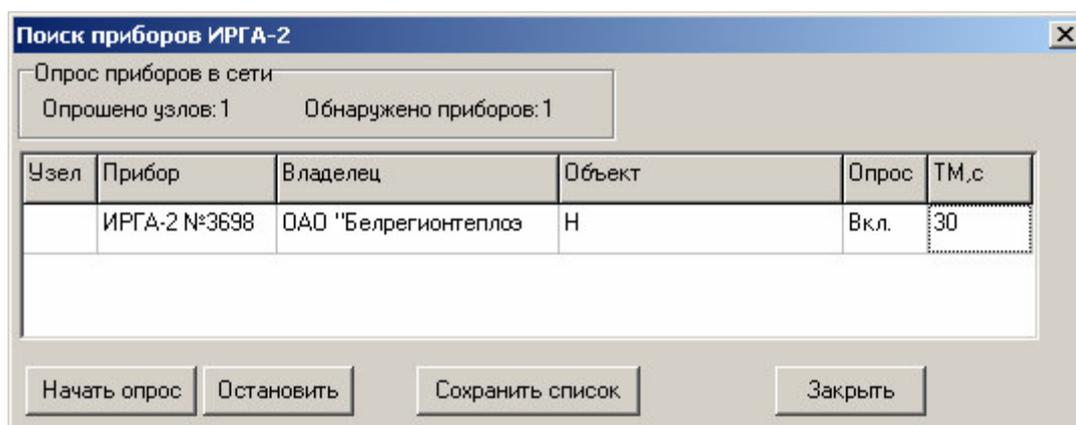

Рис. 8
2.2.2.5 Программа производит опрос приборов «Ирга-2» по узлам сети из списка обнаруженных при предварительном поиске и добавляет опрошенные приборы «Ирга-2» в список приборов. Пример списка с одним обнаруженным прибором показан на **Рис. 8**.